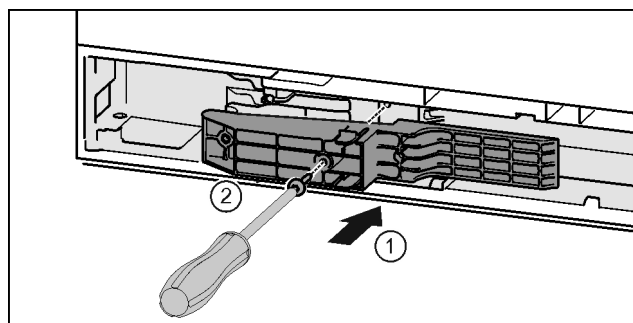

Fig. 45 *
- Umetnite adapterski element na strani ručke u otvor. Fig. 45 (1)*
- Odvijačem T15 čvrsto pritegnite vijke. Fig. 45 (2)*